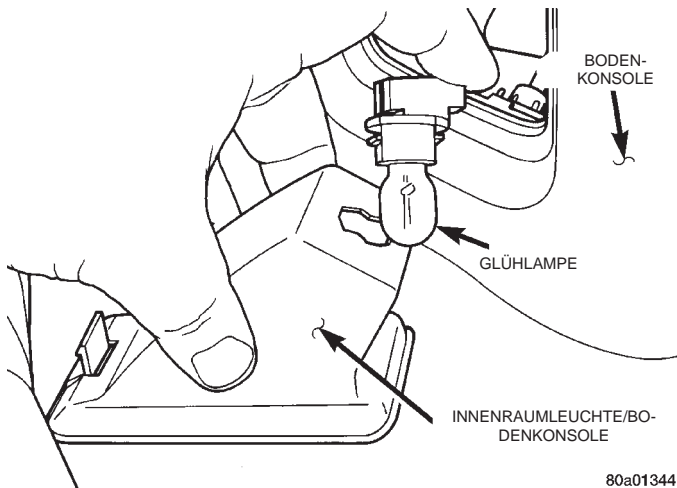

Abb. 6 Glühlampe der Innenraumleuchte an der Bodenkonsole
- (2) Lampenfassung eine Viertelumdrehung nach links drehen.
- (3) Lampenfassung von der Innenraumleuchte abnehmen (Abb. 6).
- (4) Innenraumleuchte aus dem Fahrzeug nehmen.